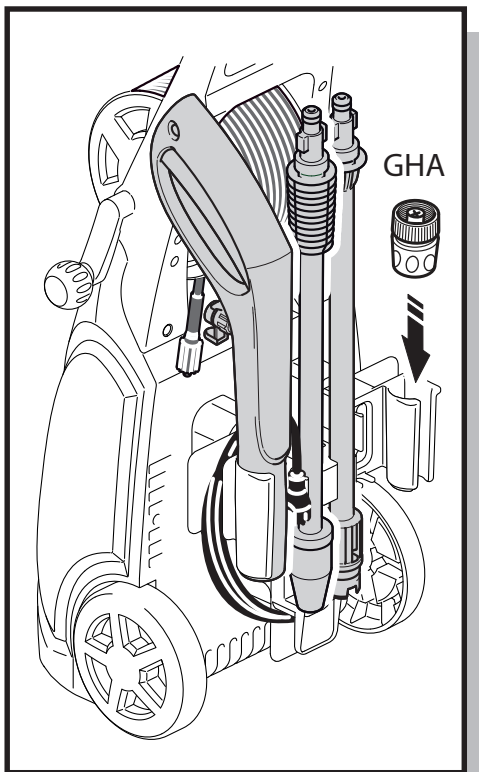

Fig. 22
- La GHA deben almacenarse en el soporte para accesorios cuando la unidad no está en uso para evitar la pérdida o daño (Fig. 22).
- Retire lance o botella de detergente de la pistola y colocarlo en el soporte para accesorios. Colocar la pistola en el soporte para accesorios en una de las ranuras. Las lanzas están presionados y almacenar en el medio círculo muescas (Fig. 22). Asegúrese de desechar cualquier resto de detergente desde la botella. Enjuagar el biberón y cabeza de la boquilla con agua fresca para evitar atascos.